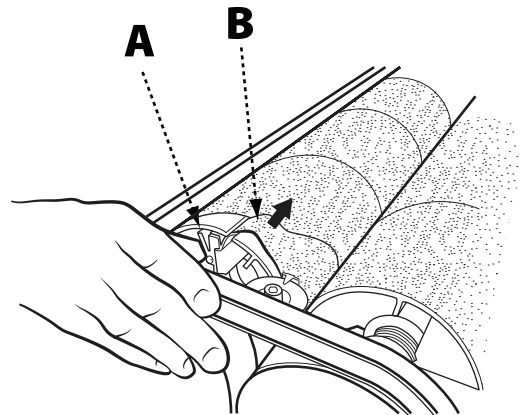

FIG. 4
2. Ubique la abrazadera con cierre de resorte (A) en el extremo derecho del tambor. Apriete la abrazadera para abrirla y quite el extremo de la correa de lijado (B) de la ranura del tambor. Consulte la Fig. 4.